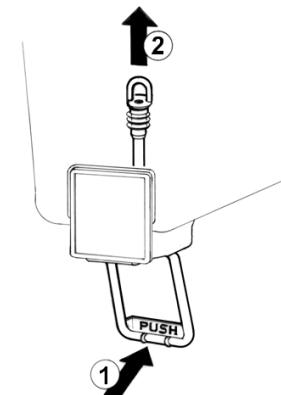

figura 3
5 **Rubinetto a gommino:** premere (1) la leva comando rubinetto e sfilare (2) il gommino dal foro d'uscita del contenitore (vedere figura 3).